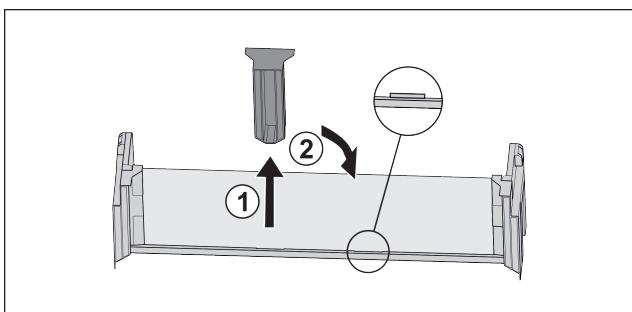

Fig. 30
- Витягнути середню деталь для підтримки Fig. 30 (1).
- Вставити середню деталь для підтримки на друге положення Fig. 30 (2).